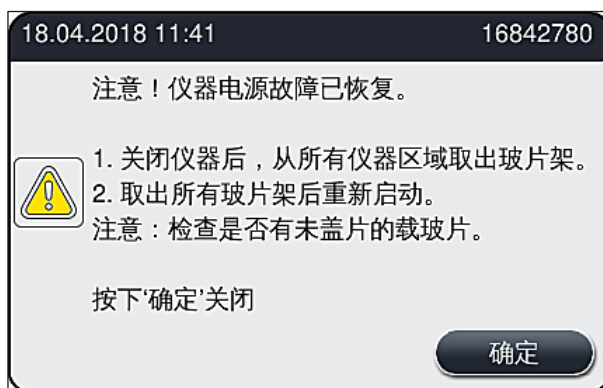

图 109
- 电源恢复后, 仪器自动执行重启。屏幕上通过一条信息消息通知用户发生了电源故障 (→ 图 109), 该事件将被输入到事件日志中。
① 电源恢复后, 仪器自动重新启动。警告信号音响起, 警告消息出现在显示屏上 (→ 图 109)。
随后遵循信息消息中的说明 (→ 图 109), 并从仪器中取出载玻片。